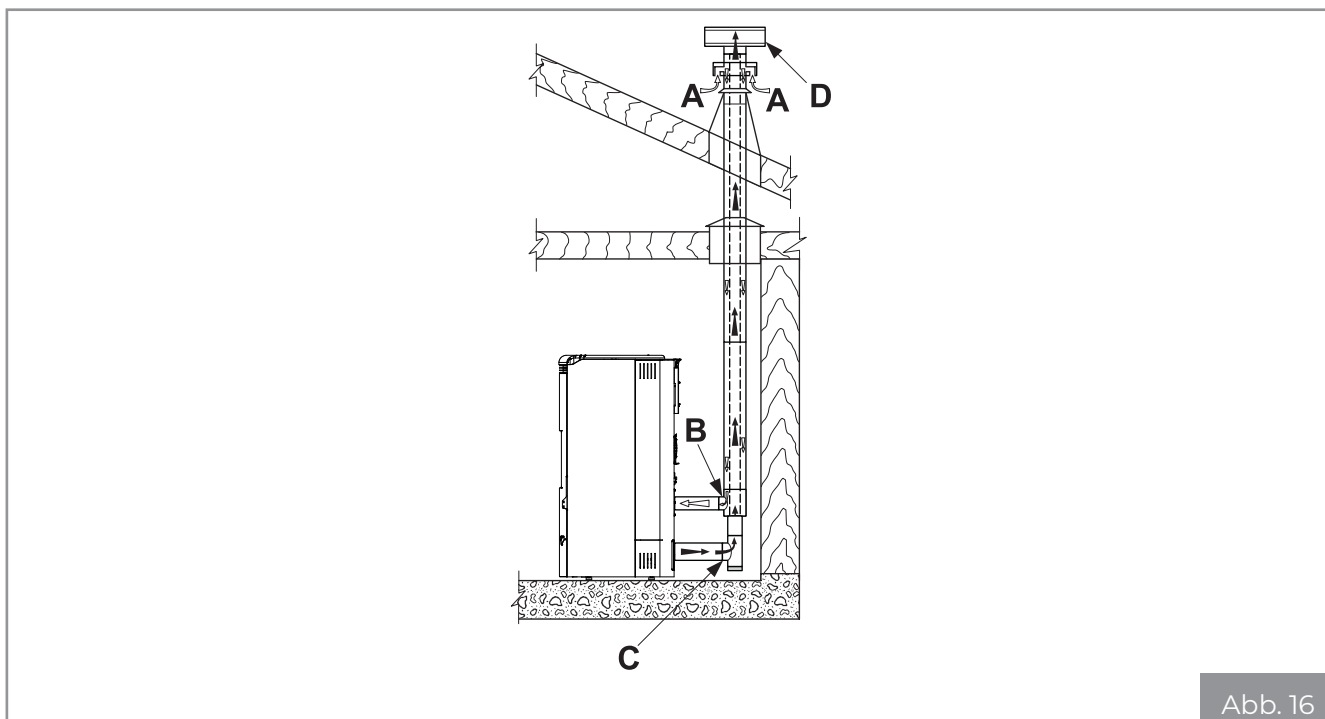
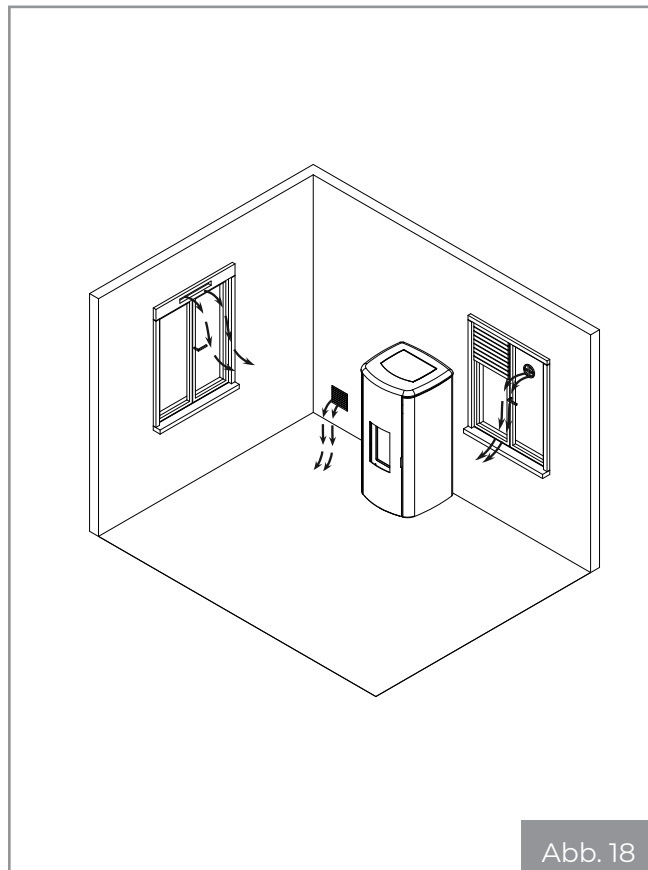

Abb. 16
Abb. 18
- direkt von außen mit direktem Anschluss an die Brennkammer kommen (**Abb. 16**);
- Ableitung der Verbrennungsluft mit Hilfe eines coaxialen Abgasrohrs für den Abzug der Abgase und den Lufteintritt (**Abb. 16 - A, B = Lufteinlass, C, D = Abgasauslass**); daher ist es nicht notwendig, einen klassischen Lufteinlass in den Raum vorzunehmen.
- den Verbrennungslufteinlass des Geräts mit einem geeigneten Kanal (**Abb. 16**), an den Lufteinlass anschließen.
Den Lufteinlass an der Wand vornehmen (**Abb. 16 und Abb. 18 - PA = Lufteinlass**), und lassen Sie das Gerät frei, um Luft in den Raum anzusaugen. Achten Sie darauf, das Wellrohr an das Lufteinlassrohr, falls vorhanden, anzuschließen, befestigen Sie es mit der Schelle und biegen Sie es leicht nach unten, um mögliche Resonanzeffekte zu vermeiden.